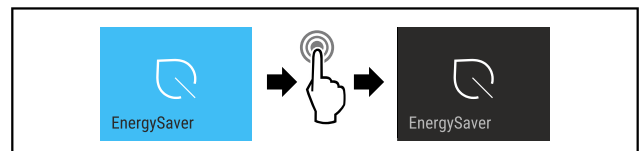

Fig. 15
- Efectuați pașii de acțiune (vezi Fig. 15).